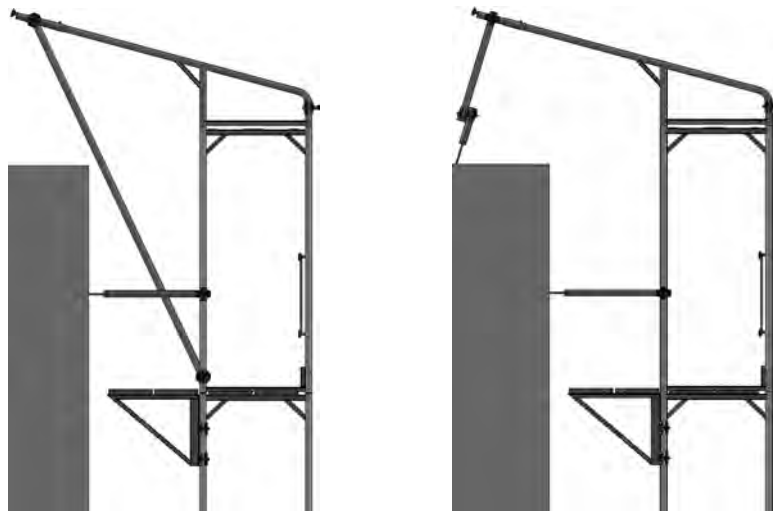

Abbildung 54: Regenschutzdach mit Verlängerung
Ragt das Regenschutzdach zu wenig weit über die Dachkante, z.B. weil Konsolen eingebaut wurden, können Verlängerungen (S675.271) eingesetzt werden. Die Verlängerungen werden in die Rohre der Aufsatzbügel gesteckt und mit Sicherungsstiften (S560.001) gesichert. Die oberen Horizontalstreben werden an die Verlängerungen befestigt. Die Gerüstblachen sind wie oben beschrieben anzubringen. Werden Verlängerungen eingesetzt, müssen diese zusätzlich ausgesteift werden. Entweder ist jede Verlängerung mit dem Dach zu verankern oder mit Rohr und Kupplungen mit dem Gerüststrahlen zu verbinden (siehe Abb. 54).
- Werden Verlängerungsrohre eingesetzt, ist eine zusätzliche Abstützung zur Fassade oder eine Aussteifung zum Gerüststrahlen notwendig (zug- und druckfest, siehe Abb. 54).